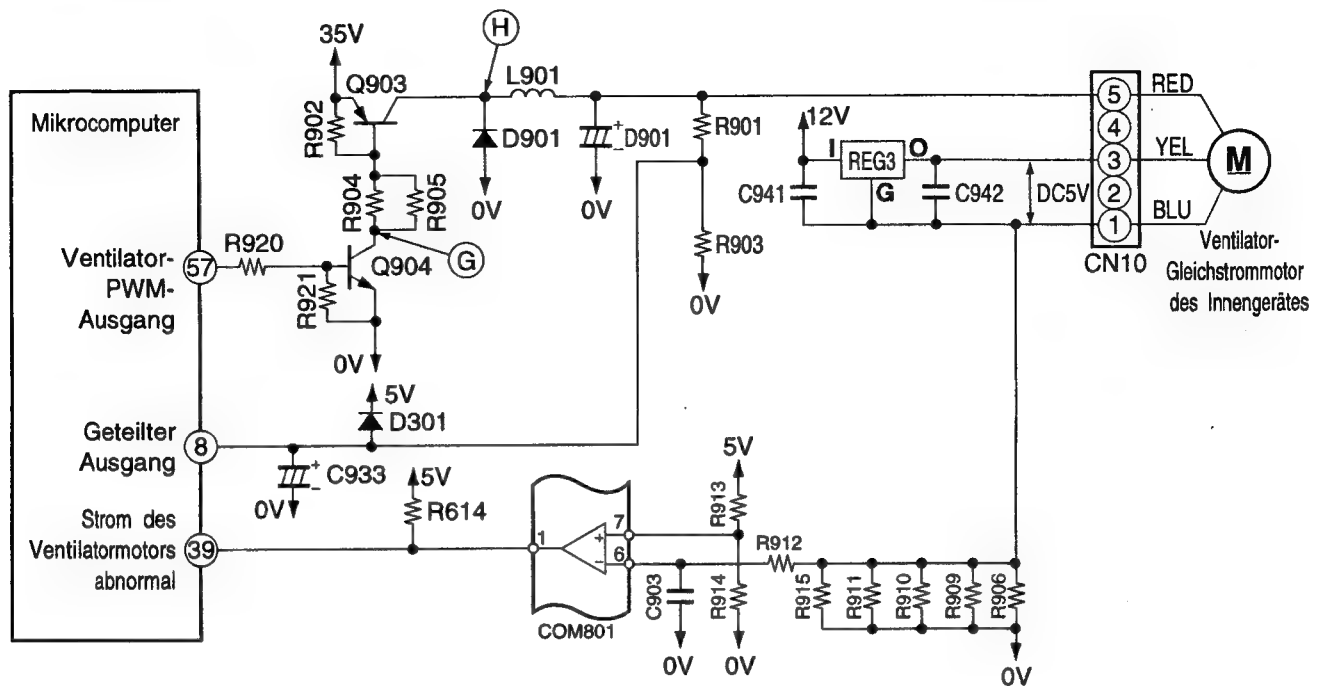

Abb. 9-2
- Q903 wird in Abhängigkeit von dem an dem Ventilator-PWM-Ausgangsstift ⑤7 anliegenden Signal ein- und ausgeschaltet, um die Spannung zu steuern, die von D901, L901 und C901 geladnet wird, um den Ventilatormotor anzutreiben.
- Die Ausgangsspannung wird von R901 und R903 geteilt und an dem Ausgangsstift ⑧ für die geteilte Spannung eingespeist; der Mikrocomputer steuert den Ventilator-PWM-Ausgang so, daß die Ausgangsspannung auf einen bestimmten Wert eingestellt wird. Die Zerrackerfrequenz des Ventilator-PWM-Ausgangs beträgt 15,7 kHz.
- Der Ventilator-Stromdetektor stellt unter Verwendung von R906 - R915 den Strom in der 35V Leitung fest und gibt diesen über den Stromdetektor-Stift ⑨ ein. Der Mikrocomputer vergleicht diesen Strom mit dem Stromdetektorwert, der der Ventilatordrehzahl entspricht, um einn Überstrom festzustellen.
- Fig. 9-2 shows the indoor DC fan motor drive circuit.
- Abb. 9-2 zeigt den Treiberschaltkreis des Ventilator-Gleichstrommotors des Innengerätes.